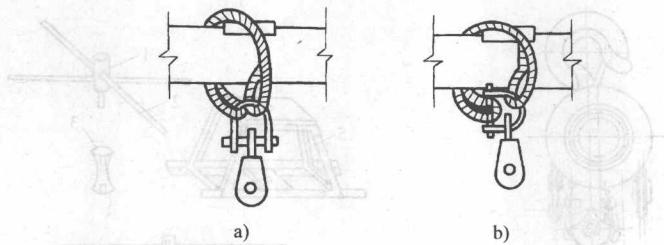

图 1—16 卸扣的使用
(3) 手拉葫芦。如图1—18所示，手拉葫芦也称倒链，它是一种常用的起重运输机具，按驱动方式分为手动、气动和电动几